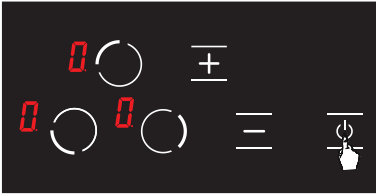

Abbildung 5
1. **0** durch Berühren der Taste kann der Herd eingeschaltet werden. (siehe Abb. 5)